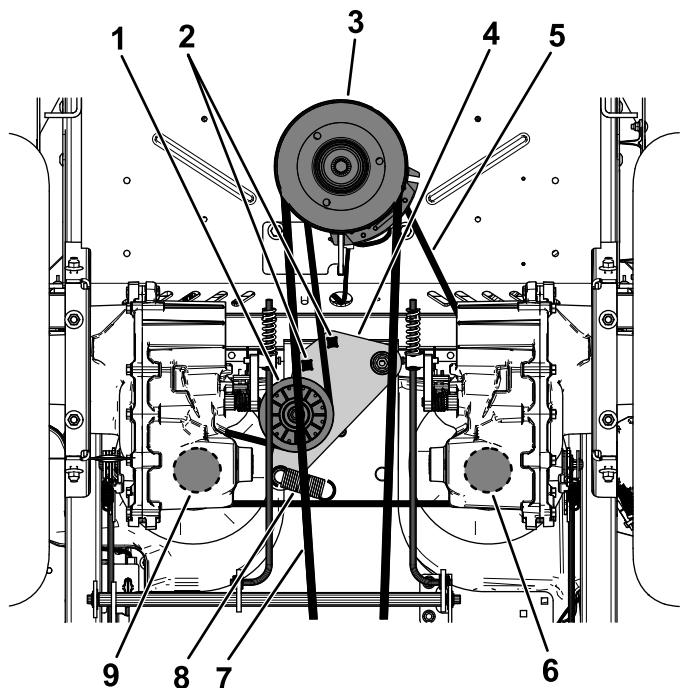

Figura 62
5. Utilice una llave de carraca de $\frac{1}{2}$ " o similar en uno de los taladros cuadrados del brazo tensor para aliviar la tensión del muelle tensor (Figura 62).
6. Retire la correa existente de la polea tensora, de las 2 poleas de transmisión de la bomba hidráulica y de la polea del motor (Figura 62).
7. Instale la correa nueva alrededor de la polea tensora, la polea del motor y de las 2 poleas de la bomba hidráulica (Figura 62).